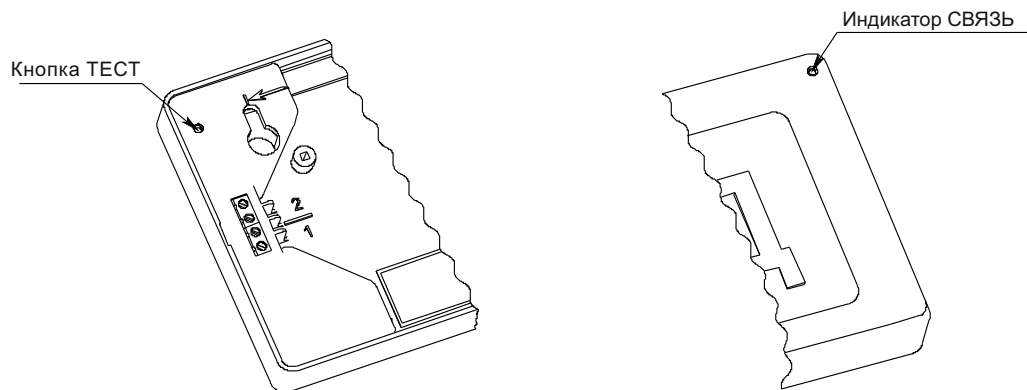

Рисунок 1
2.6 Для информации о состоянии оповещателя предусмотрен оптический индикатор «СВЯЗЬ» (рисунок 1). Режимы индикации приведены в таблице 1.
5.2 Контроль работоспособности оповещателя осуществляется нажатием на встроенную кнопку ТЕСТ (рисунок 1) при помощи тонкого цилиндрического предмета, например, канцелярской скрепки.